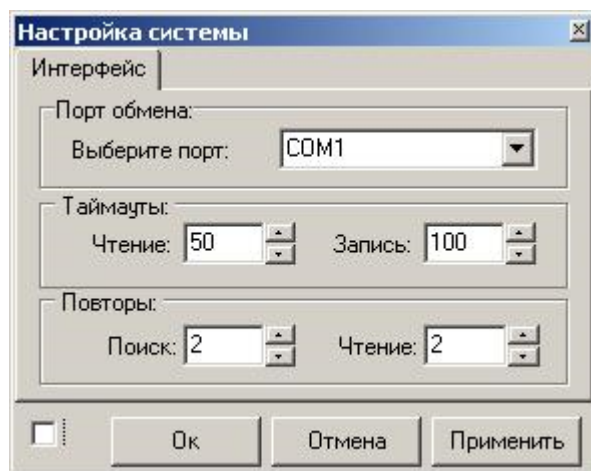

Рис. 2
- кнопка «Налаштування системи» (пункт меню «Налаштування системи») викликає діалогове вікно настройки СОМ порту (рис.2);
Підключіть Кодас-БКУ до комп'ютера (див. П. 3), запустіть програму «kFireProg», для створення нової конфігурації натисніть на кнопку «Налаштування системи» (пункт меню «Налаштування системи»), з'явиться діалогове вікно, в якому на вкладці «Інтерфейс» вкажіть номер COM порту, до якого підключений Кодас-БКУ (рис.2), далі кнопку «Ок».